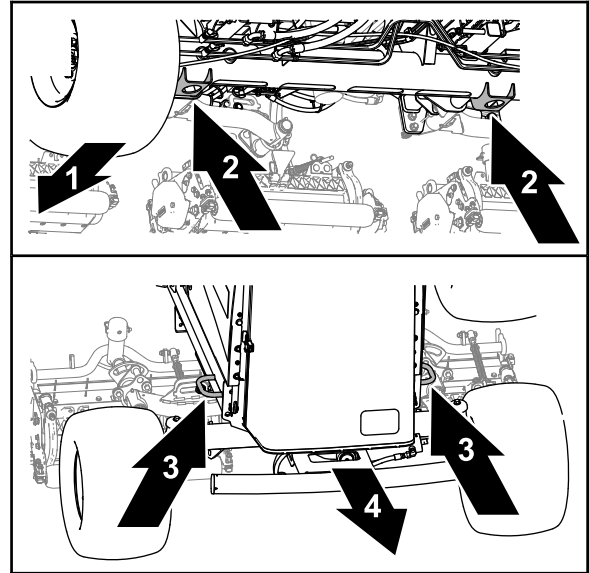

Figura 57
- Față - orificiul din suporturile pentru cric ale tubului osiei față (Figura 57).